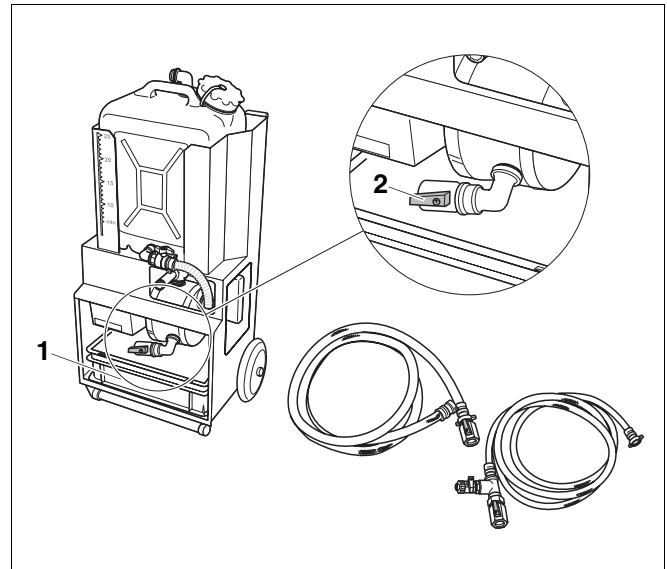

Abb. 22 Pumpe reinigen
- ▶ Öffnen Sie den Ablasshahn (Abb. 22, **Pos. 2**) der Pumpe und lassen Sie diese leer laufen.
- ▶ Reinigen Sie die Auffangwanne (Abb. 22, **Pos. 1**) .